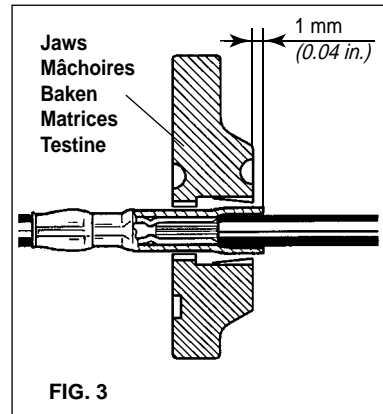

FIG. 3
- Nel caso dei giunti, procedere analogamente per la compressione dell'altra estremità (rif. a Fig. 3).